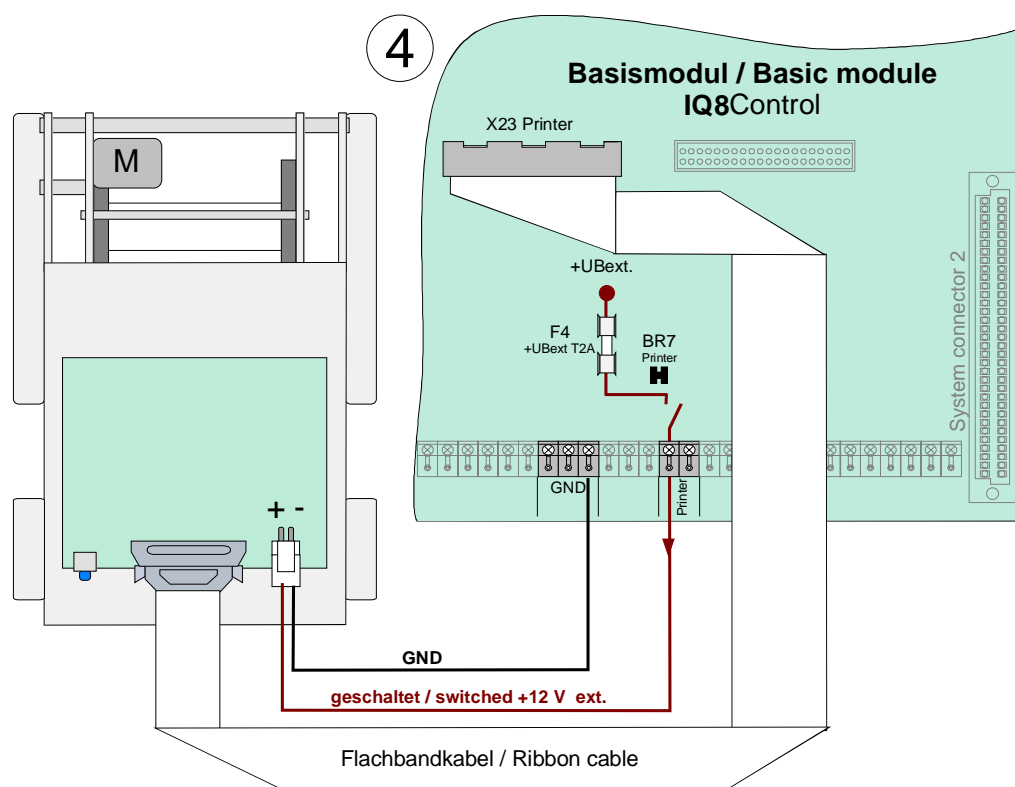

Abb. 125: Anschluss Drucker mit Aufwickelvorrichtung
2. Eingebauten Drucker durch Lösen der sechs Befestigungsschrauben ① entnehmen.
3. Neuen Drucker in den Einbaurahmen einsetzen und mit den sechs Schrauben ① befestigen.
4. Drucker anschließen (Flachkabel und +12 V DC Spannungsversorgung) ④ (siehe nächste Seite Abb. 125)
6. Eingebaute Plexiglasscheibe ② an den Halteclips lösen und neue Plexiglasscheibe mit dem blauen Aufkleber ③, zur Abdeckung der Papierführung, einsetzen.